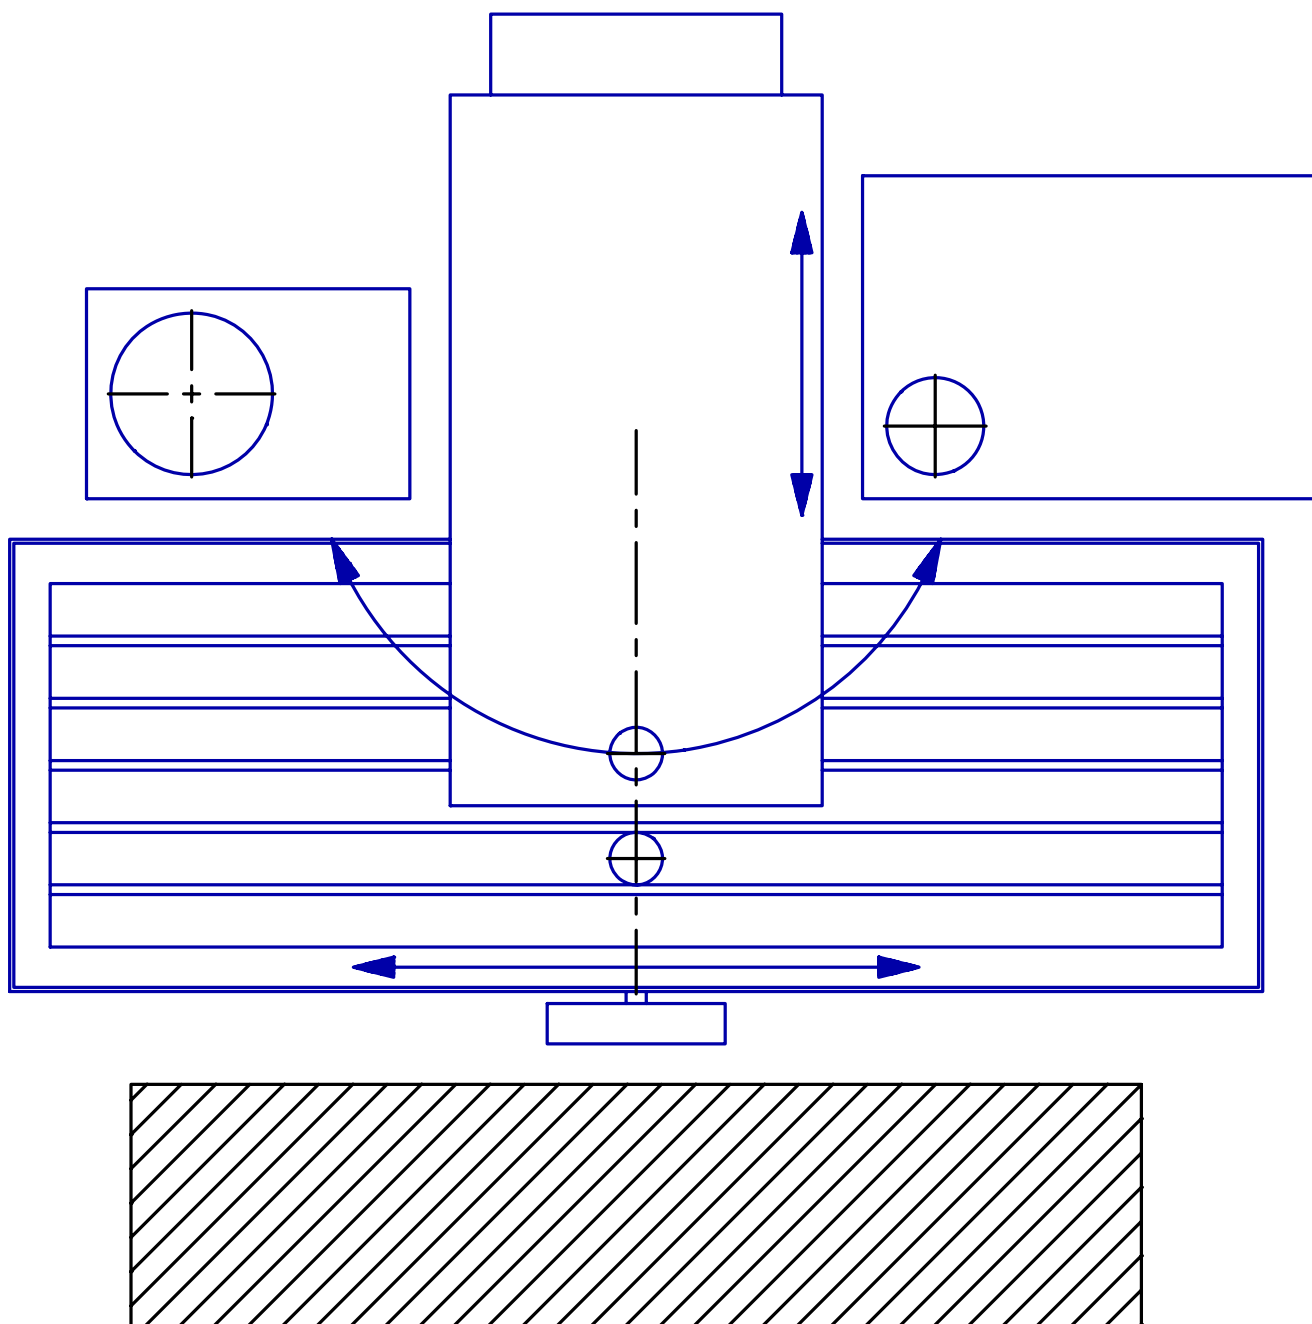
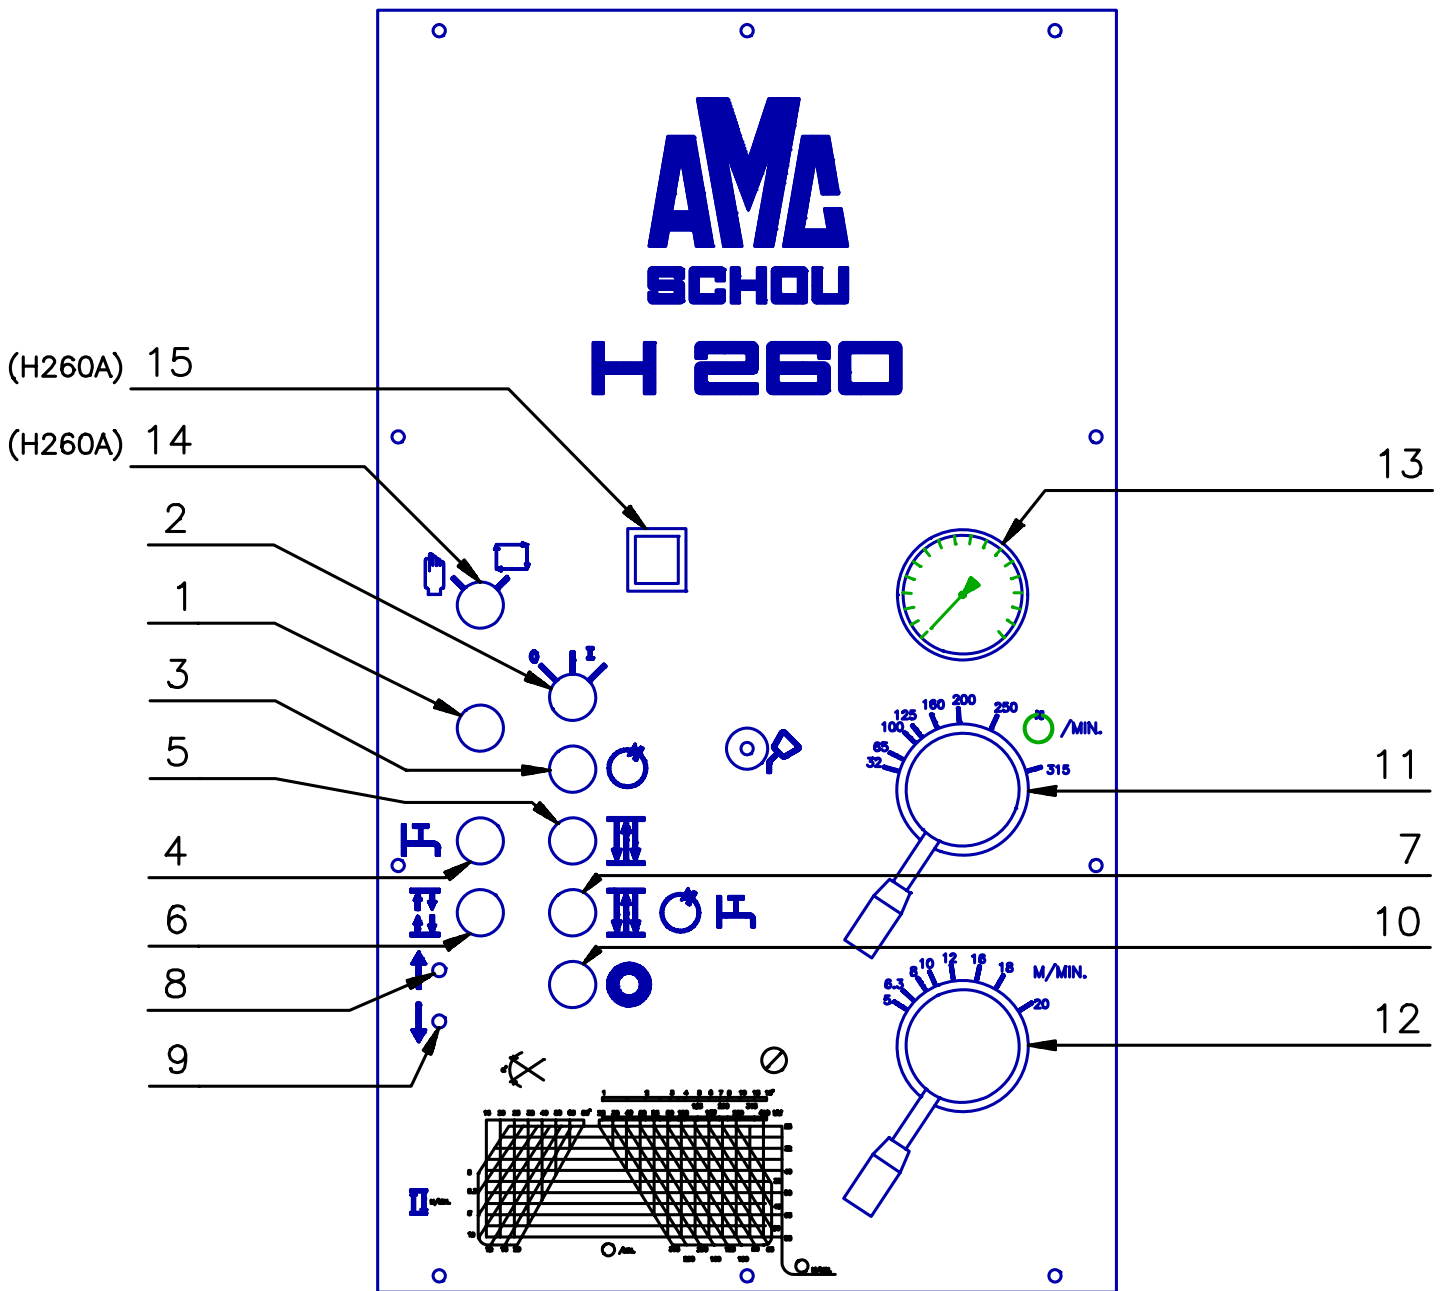

Рис. 1.
Рис. 3. Панель управления
**Пояснения к рис. 3:**
Поместите хонинговальный инструмент в цилиндр. Опустите шпиндель вниз до муфты хонинговального инструмента с помощью кнопки (рис. 3, пункт 6). Далее муфта соединяется со шпинделем и фиксируется при помощи защитного кольца.
Опустите шпиндель до максимально низкой позиции посредством переключателя перемещения шпинделя (см. рис. 3, пункт 6). Передвиньте ограничитель (рис. 1, пункт 5) высвобождением рукоятки, пока не активируется рычаг переключения вертикального перемещения и не изменятся показатели светодиодов.